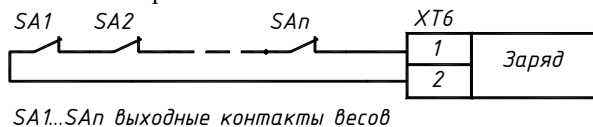

Рис.2.5 Подключение устройств контроля целостности заряда
5) Шлейф контроля целостности заряда, подключаемый к входу ХТ6 «Заряд», позволяет проконтролировать целостность баллонов с огнетушащим составом косвенным способом. В случае утечки выходные контакты должны замыкаться. Выходные контакты двух и более устройств контроля соединяются последовательно согласно рис.2.5.